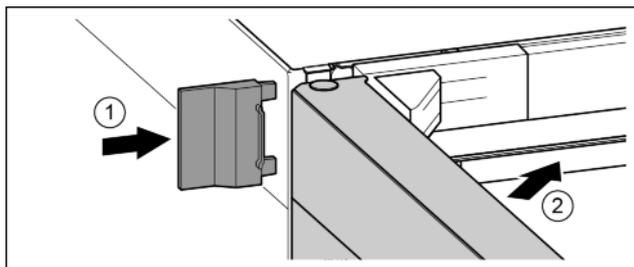

Fig. 23
- ▶ Inserire spingendo la copertura esterna. Fig. 23 (1)
- ▶ Chiudere la porta superiore. Fig. 23 (2)